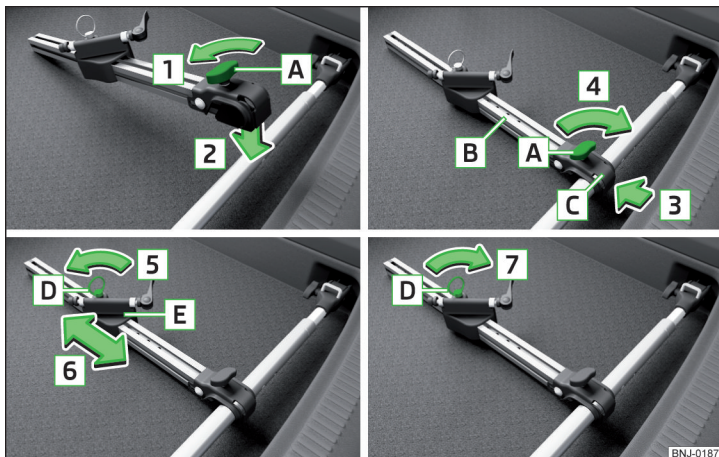

Fig. 112 Montarea suportului pentru bicicletă
- Desprindeți șurubul **A** de pe suportul pentru biciclete (denumit în continuare numai suport) în sensul săgeții **1** » fig. 112.
- Dacă doriți să transportați două biciclete, atunci desfaceți șurubul **A** » fig. 112 la pagina 96 de pe suport și deplasați suportul împreună cu bicicleta fixată spre stânga.
- Strângeți șurubul **A** » fig. 112 la pagina 96 de pe suport.
- Dacă este necesar, adaptați poziția părții culisabile **E** » fig. 112 la pagina 96.